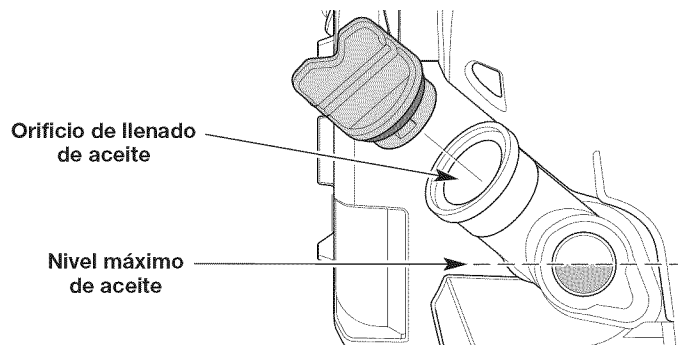

Fig. 20
3. Observe el interior del visor del nivel de aceite; use una linterna si es necesario. **El nivel de aceite debe llenar el visor hasta aproximadamente la mitad** (Fig. 20). Si el nivel de aceite es demasiado bajo, agregue aceite. Consulte *Procedimiento para agregar aceite*.
3. Agregue aceite al orificio de llenado de aceite hasta que el nivel de aceite llegue hasta aproximadamente la mitad del visor del nivel de aceite (Fig. 20).